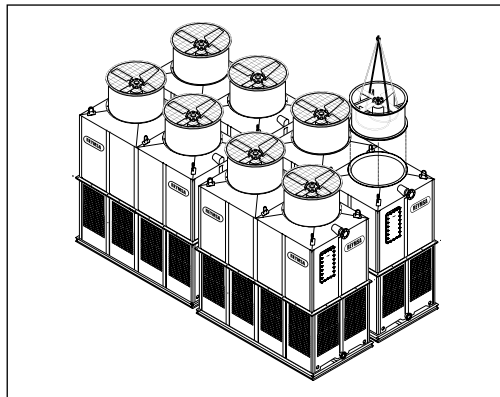

Figura A-81: Instalación del resto de los ductos en una torre modular (RTM-D-L o RTPM-D-L)
- I. Siga las mismas instrucciones para colocar los ductos restantes (ver Figura A-81).